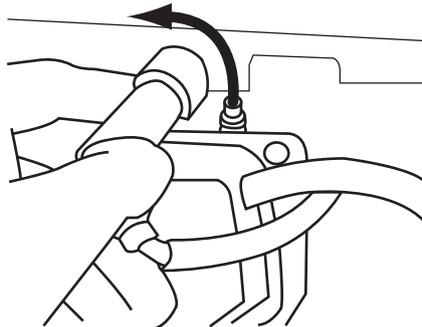

Abb. 20
- Ziehen Sie den Zündkerzenstecker (18) mit einer Drehbewegung ab (Abb. 20)